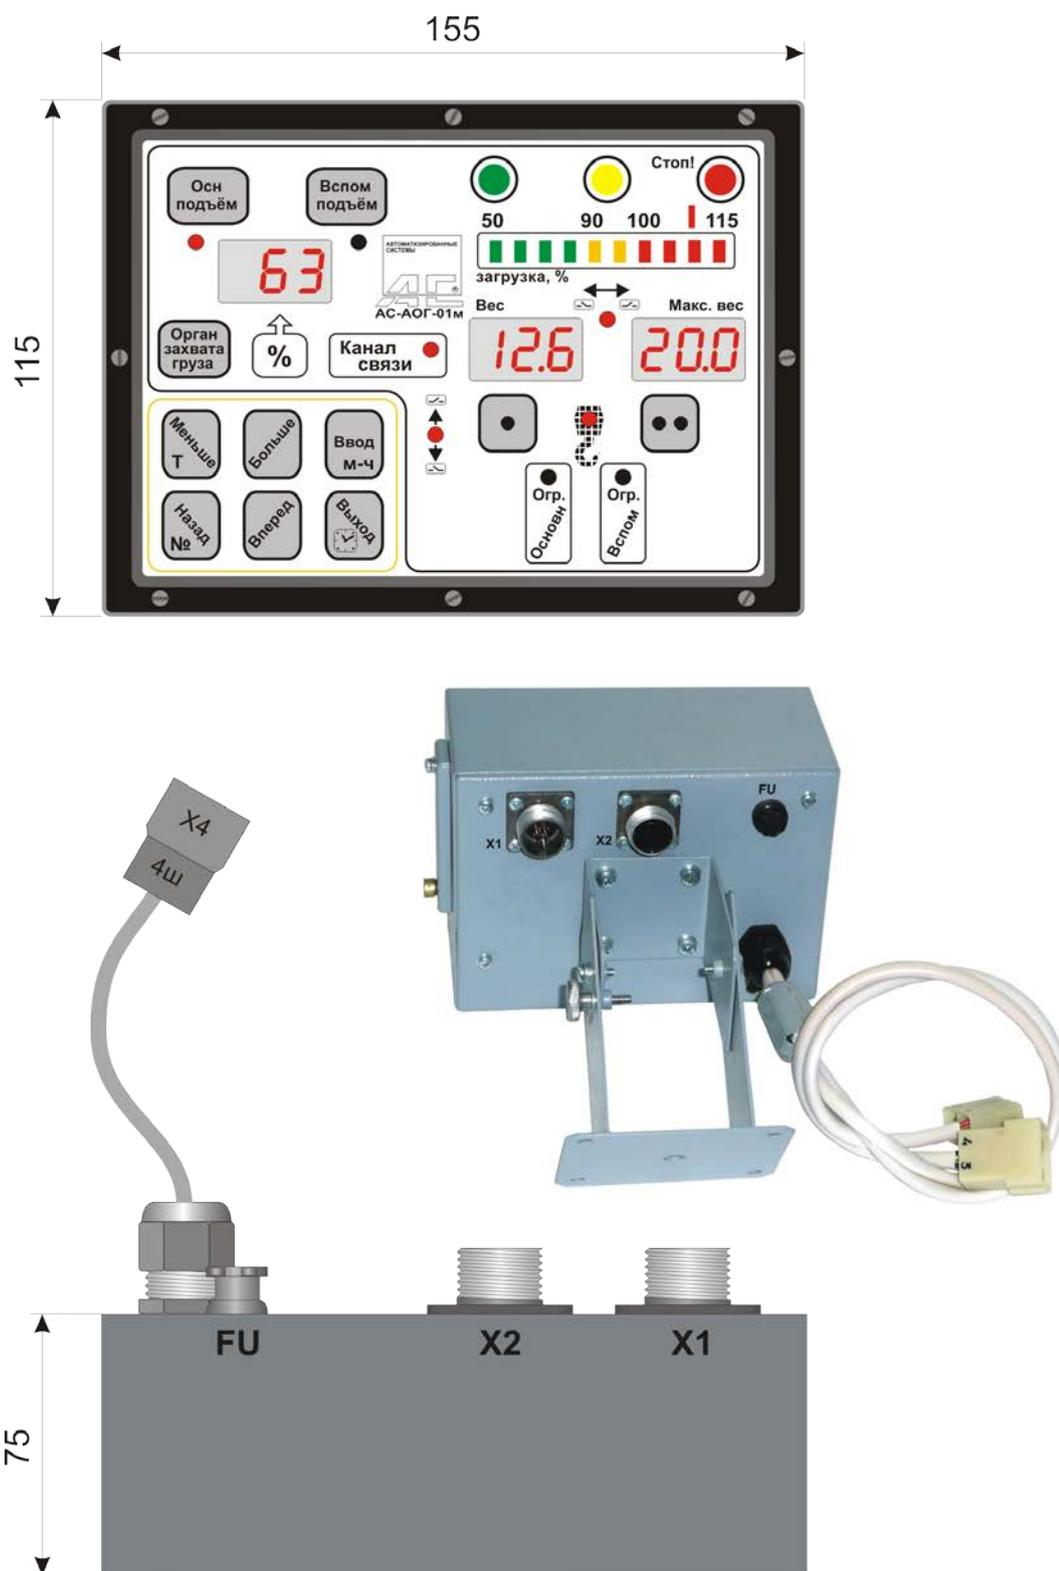

Рис.2
6.1. Описание работы проводится по схеме подключения рис.2.
Подсоединение АОГ к электрооборудованию крана должно быть произведено в соответствии со схемой подключения рис.2, а именно через контакты разъема Х4 расположенного на тыльной стороне блока АОГ (рис.2), на задней стенке.
6.3.3. К блоку питания относятся 2 плавких предохранителя FU1 и FU, расположенных в блоке АОГ, рис.2. Самовосстанавливающийся предохранитель FU1 (1А) размещен внутри блока и предназначен для защиты внутренних электронных цепей блока АОГ, а плавкий предохранитель FU (5А), размещен на задней стенке блока АОГ и предназначен для защиты цепей управляющих реле от короткого замыкания. Питание реле осуществляется независимо от внутренних электронных цепей блока АОГ.
7.4. Подключение составных частей, а также подключение системы АОГ к системе электрооборудования крана производите в соответствии со схемой подключения АС-0002.00.000.00м Э5, рис.2.